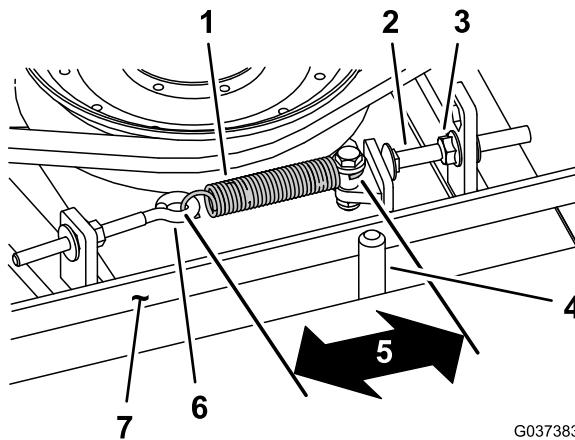

Figure 101
Lorsque le ressort d'extension est correctement tendu, l'intérieur doit mesurer (d'un crochet à l'autre) entre 8,3 et 9,5 cm. Lorsque le ressort est correctement tendu, ajustez le boulon de butée (boulon de carrosserie) jusqu'à obtention d'un jeu d'environ 2 à 5 mm entre la tête du boulon et le bras de tension (Figure 101).
**Remarque:** La courroie doit être placée du côté ressort du guide (Figure 101).
2. Desserrez le boulon à œil (Figure 101).
3. Desserrez l'écrou à embase qui fixe le boulon de butée à la patte de montage, et écartez la poulie de tension de la courroie (Figure 101).
9. Raccrochez le ressort d'extension (Figure 101) au boulon à œil et tendez la courroie comme suit :